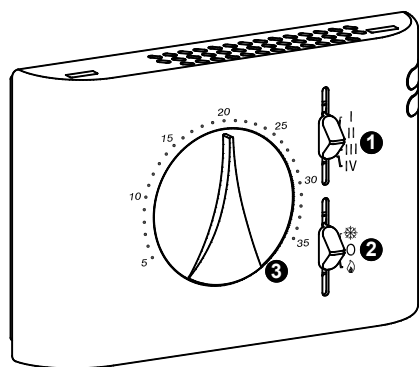

Fig. 1
SELETORE VELOCITA' MOTORE (❶ di Fig. 1)
SELETORE RAFFRESCAMENTO/ RISCALDAMENTO (❷ di Fig. 1)
MANOPOLA (❸ di Fig. 1)